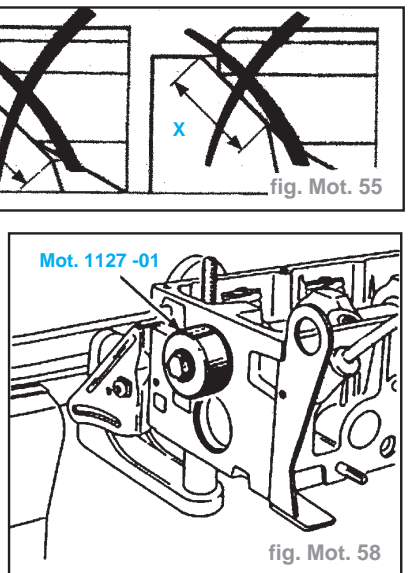

fig. Mot. 58
- Reposer le joint d'étanchéité, utiliser la bague de montage **Mot. 1127**, cet outil est conçu pour obtenir un décalage de la portée du joint (fig. Mot. 58).